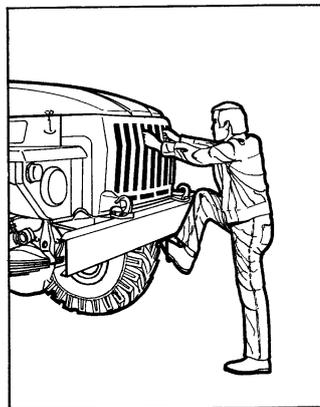

Рис. 4 – Прием использования подножки и ребер облицовки радиатора при подъеме на буйер и спуска с него
7. Чтобы подняться на буйер автомобиля или спуститься с него, используйте подножку, центральное и крайнее левое (по ходу автомобиля) ребра облицовки радиатора, имеющие на внутренней стороне вкладыши (рис. 4).